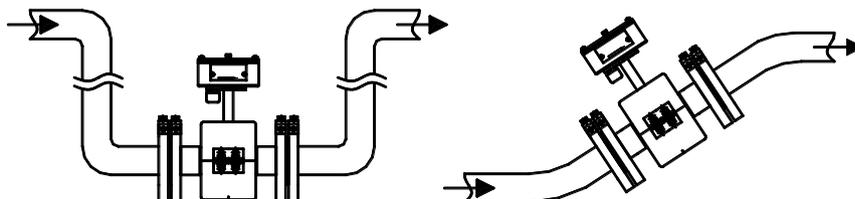

Рис. 8.2
8.2.3 В месте установки ППР в трубопроводе не должен скапливаться воздух. Наиболее подходящее место для монтажа – нижний или восходящий участок трубопровода (см. рис. 8.2).